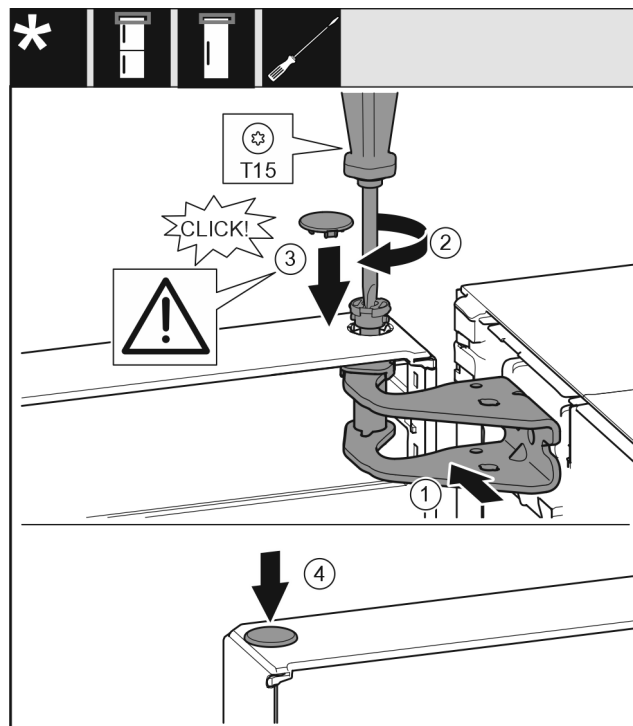

Fig. 24
- ▶ Rett ut døren øverst mot åpningen i lagerbukken. Fig. 24 (1)
- ▶ Sett inn bolten, og skru den fast med skrutrekker T15. Fig. 24 (2)
- ▶ Montere sikringsdekselet for å sikre døren: Sett inn sikringsdekselet, og kontroller at det ligger på døren. Ellers settes bolten helt inn. *Fig. 24 (3)*
- ▶ Sett inn proppen. *Fig. 24 (4)*